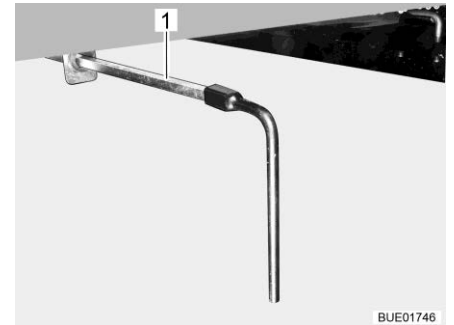

Fig. 263 Robinet de vidange
- Ouvrir le robinet de vidange. Insérer pour ce faire la clé mâle quatre pans fournie sur la vis à quatre-pans du robinet de vidange (Fig. 263,1).